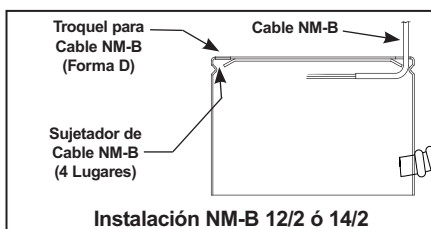

Figura 9
**Cable con Revestimiento No Metálico 12/2 ó 14/2 (Tipo NM-B).** Quite el/los troquel(es) de forma D para cables correspondientes. Inserte el cable NM-B a través del sujetador de cable y haga un doblez en forma de L de 90° en el cable, como se muestra (Figura 9).